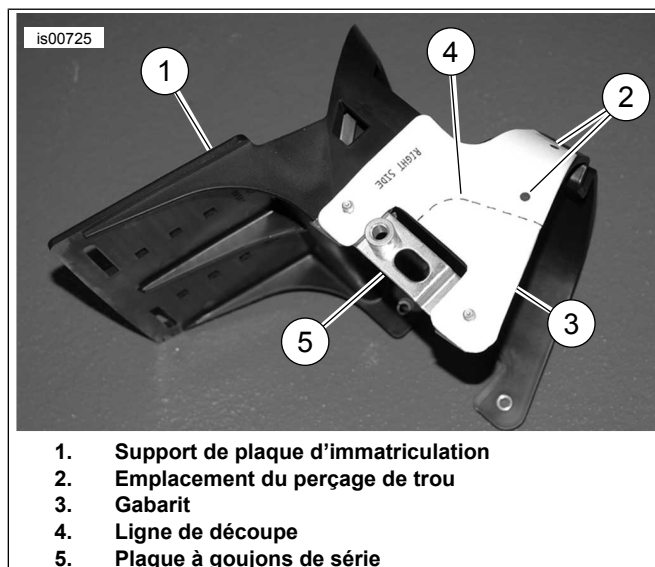

Figure 3. Positionnement du gabarit (côté droit montré)
11. Voir la Figure 3. Utiliser la plaque à goujons de série (5) pour positionner le gabarit comme indiqué. Coller les deux gabarits (3) avec un ruban adhésif au support de la plaque d'immatriculation (1) en alignant les trous de montage du support avec les indicateurs de trou sur le gabarit comme indiqué. Marquer les emplacements des trous à percer (2), puis utiliser une lame pour tracer les lignes de découpe (4) du gabarit sur le support.